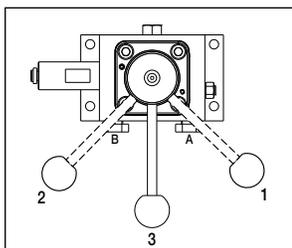

Figura 8
(vedere la Figura 8)
4. Ruotare la manopola della valvola di comando sulla posizione neutra/mantenimento ("3") (vedere la Figura 8 per posizioni della valvola).